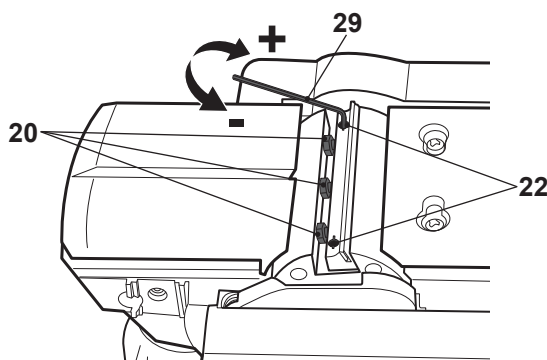

Fig. 18
- > Por defeito, a altura já vem pré-selecionada de fábrica e, normalmente, não há necessidade de reajustá-la. No entanto, comprove de vez em quando que a base frontal (28) se mantém paralela à borda do rolo porta-lâminas. Se for necessário, ajuste a altura com a chave sextavada (29) (Fig. 18).
- > Solte os pernos hexagonais (20).
- > Rode os parafusos sem cabeça (22) para a direita para incrementar a altura.
- > Rode os parafusos sem cabeça (22) para a esquerda para reduzir a altura.